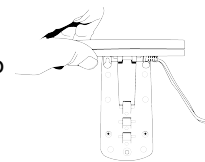

Fig. 4
3. Usando tres de los tornillos de montaje provistos, monte el panel solar en una superficie sólida (Fig. 4). Ajuste el ángulo del panel solar, de modo que reciba la máxima cantidad posible de luz solar directa durante las horas de luz diurna. El panel solar puede montarse hasta una distancia de 4,88 m (8 pies) del artefacto de luz.